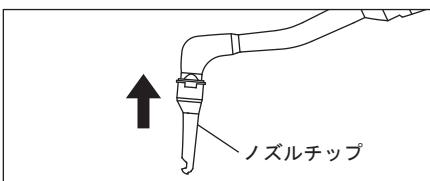

図 5
- 1) ハンドピースのノズルにノズルチップを奥までしっかりと取り付けます（図5）。